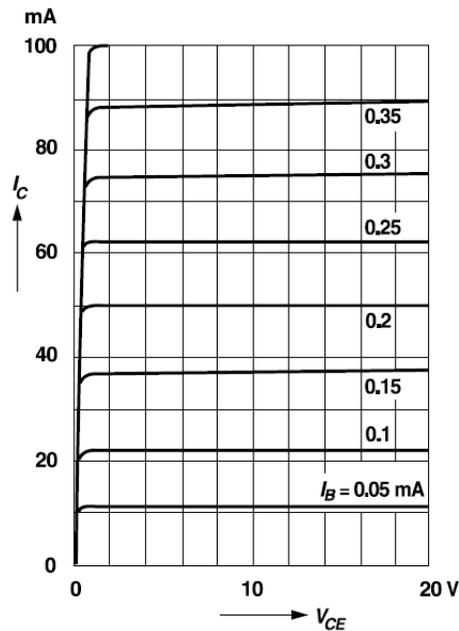

Abb. 4.2: Ausgangskennlinienfeld
- a) – Abb. 4.2: Zeichnen Sie den Arbeitspunkt AP ein. / 8
- Abb. 4.2: Zeichnen Sie die statische Arbeitsgerade AGS ein.
- b) – Abb. 4.2: Zeichnen Sie die dynamische Arbeitsgerade AGD ein. / 8
- c) – Abb. 4.2: Ermitteln Sie $I_{B,AP}$. / 6
- d) Abb. 4.2: $\bar{u}_1(t) = 0$. Zeichnen Sie bei allen C den „+“-Pol ein. / 2